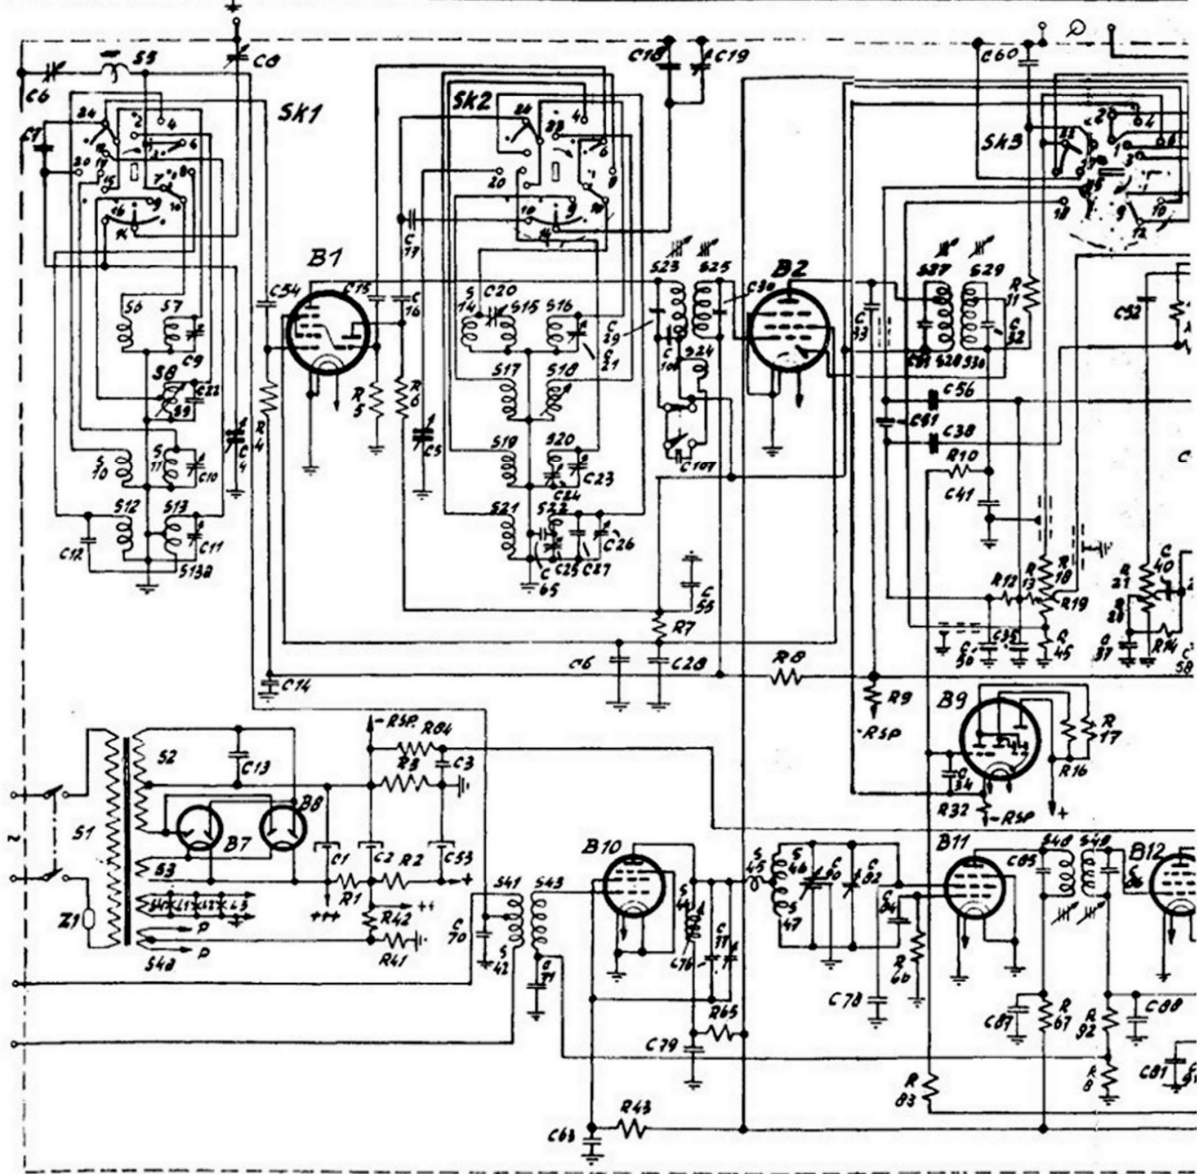
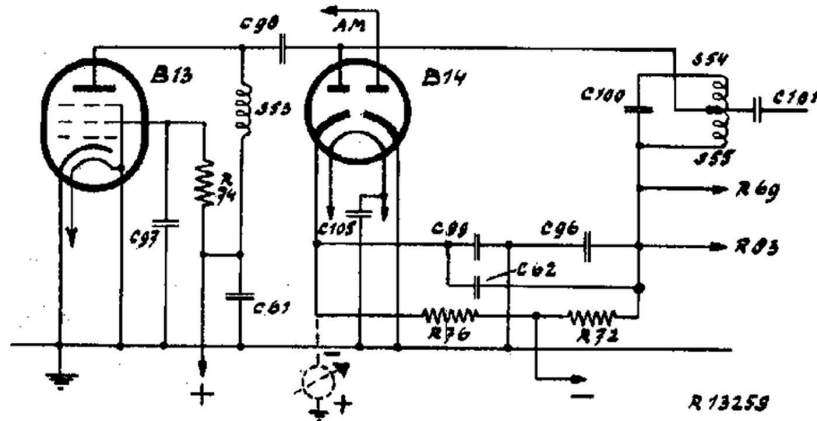

Figure 1a
Figure 3
Le schéma de l'appareil se trouve sur les figures 1a et 1b.
4) Le signal arrive ensuite à la double diode B14. La diode gauche du tube forme un détecteur des variations de niveau du signal modulé en fréquence ainsi que de sa modulation d'amplitude. Le condensateur de détection est formé par les condensateurs C62-C96-C99 (voir le schéma de la figure 3). Les résistances R72 et R76 connectées en série sont placées en parallèle et assurent la combinaison de tensions avec la polarisation négative issue de R3 qui se trouve sur le retour de masse de la tension redressée au point milieu du transformateur d'alimentation (figure 1a).